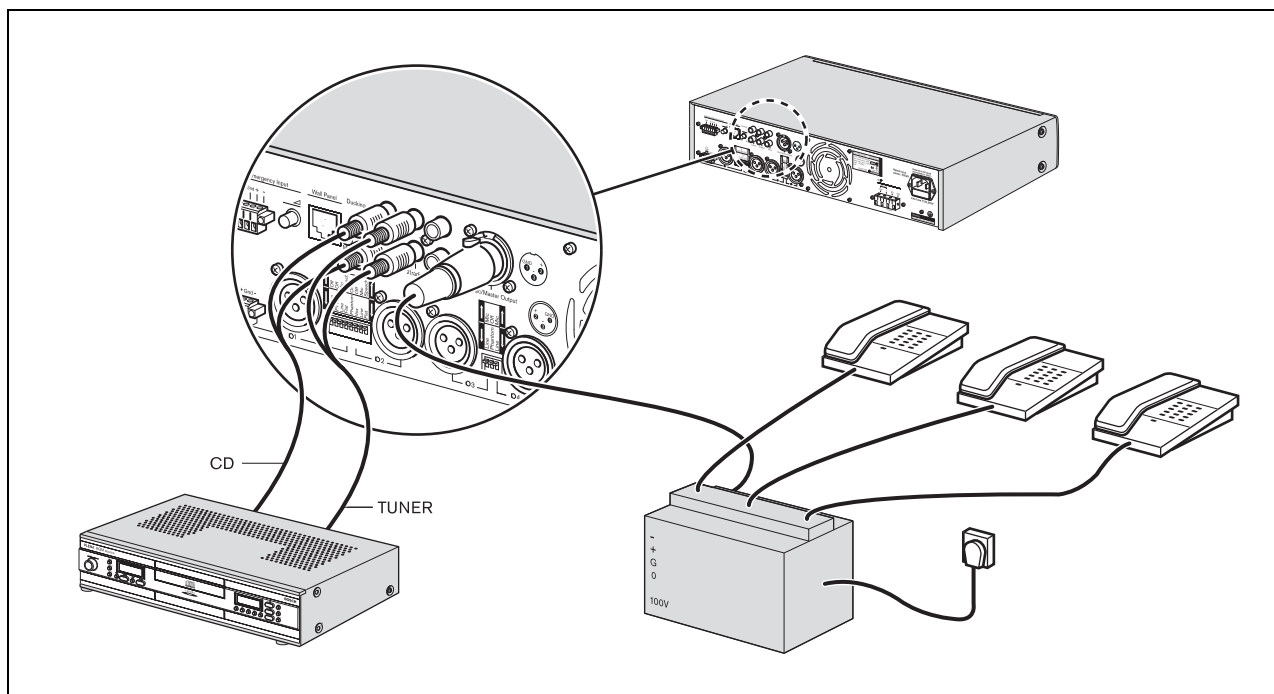

figura 4.8: Connessione degli ingressi della sorgente musicale
Utilizzare il connettore dell'uscita per la musica (8) per fornire a un altro dispositivo una sorgente musicale in uscita dedicata. Per esempio, è possibile collegare l'uscita principale per musica a un accoppiatore telefonico, in modo che chi chiama possa ascoltare musica quando viene messo in attesa (vedere figura 4.8).